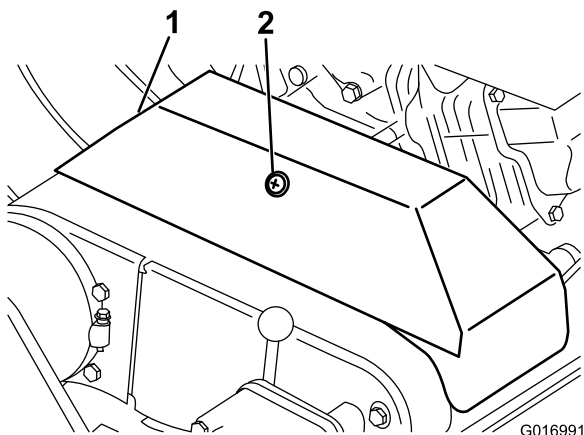

図 36
3. V ベルトカバーを固定しているリテーナをゆるめて、カバーを開ける（図 36）。